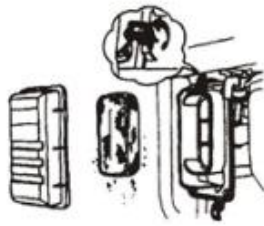

Рис. 17
5.3.1 Зніміть кожух повітроочисника (Рис. 17).